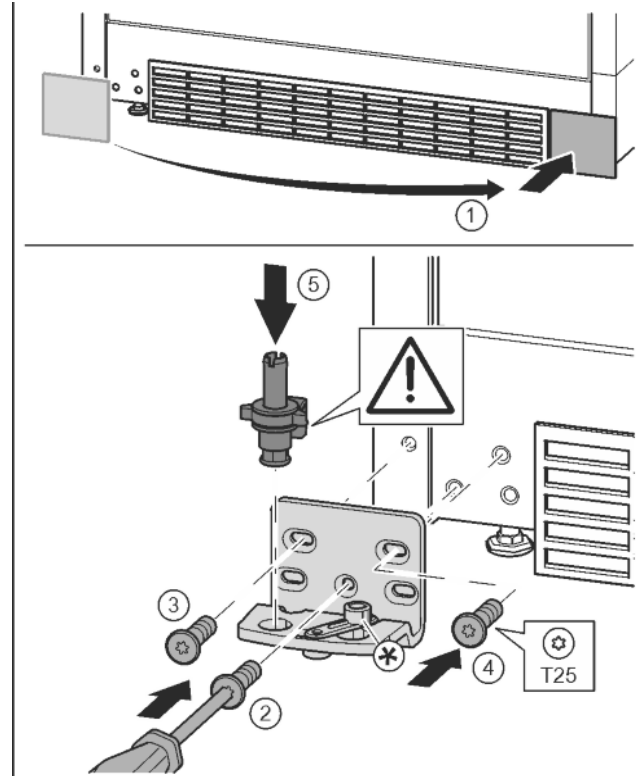

Fig. 18
- ▶ Abdeckung abnehmen und auf der anderen Seite anbringen. *Fig. 18 (1)*
- ▶ Lagerbock auf der anderen Seite ansetzen und mit Hilfe eines Schraubendrehers T25 anschrauben. Mit Schraube 2 unten in der Mitte beginnen. *Fig. 18 (2)*
- ▶ Schraube 3 und 4 festschrauben. *Fig. 18 (3, 4)*
- ▶ Lagerbolzen komplett einsetzen. Dabei darauf achten, dass der Rastnocken nach hinten zeigt. *Fig. 18 (5)*